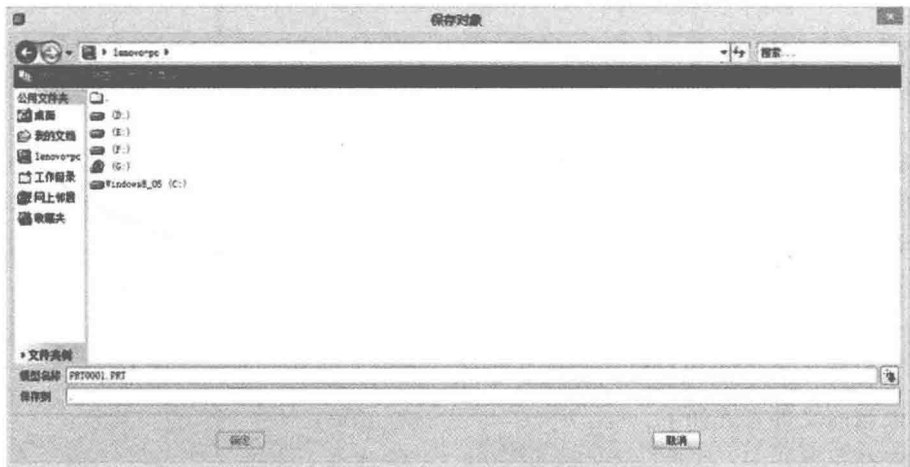

图 1-6 “保存对象”对话框
- ①选择菜单栏中“文件”下拉菜单中的“保存”命令（或单击系统工具栏中的“保存”图标按钮），系统将弹出如图 1-6 所示“保存对象”对话框；
- ②指定文件的保存路径；
- ③单击“确定”按钮。